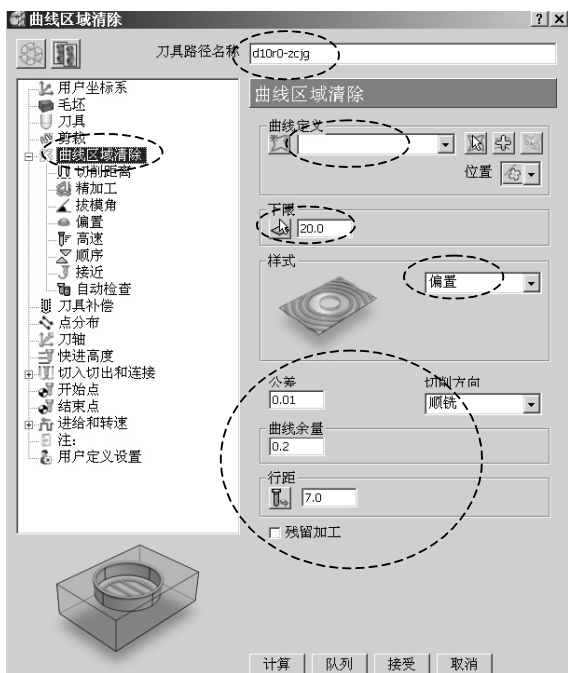

图 6-107 设置主型腔刀路参数
1) 在 PowerMILL 综合工具栏中，单击刀具路径策略按钮，打开“策略选取器”对话框，选择“2.5 维区域清除”选项卡，在该选项卡中选择“二维曲线区域清除”，单击“接受”按钮，打开“曲线区域清除”表格，按图 6-107 所示设置参数。